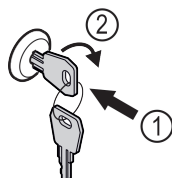

Fig. 86 Przykładowa prezentacja
- Włożyć kluczyk Fig. 86 (1).
- Przekręcić kluczyk o 90° w prawo Fig. 86 (2).